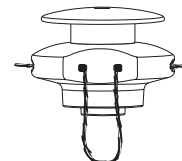

Fig. 18
2. Poussez les extrémités à travers jusqu'à ce qu'elles dépassent des côtés de la tête (Fig. 18).